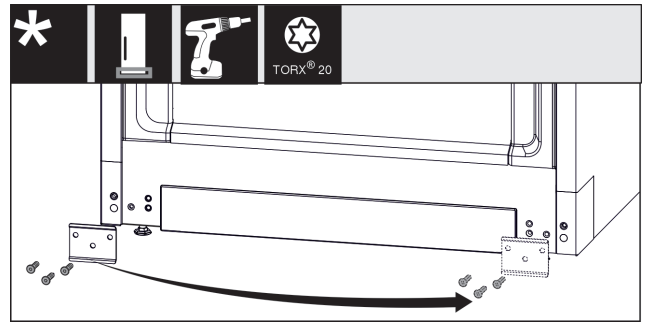

Fig. 13
- ▶ Odvrtite lim, premjestite ga na drugu stranu i ponovno ga pričvrstite. Fig. 13 (1)